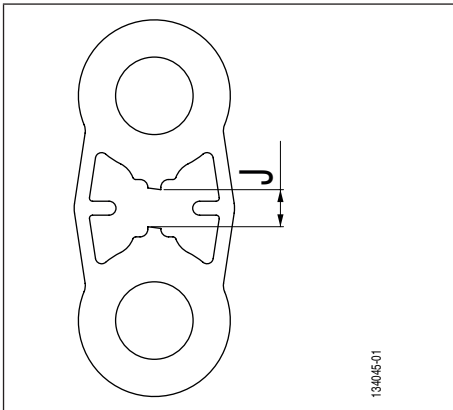
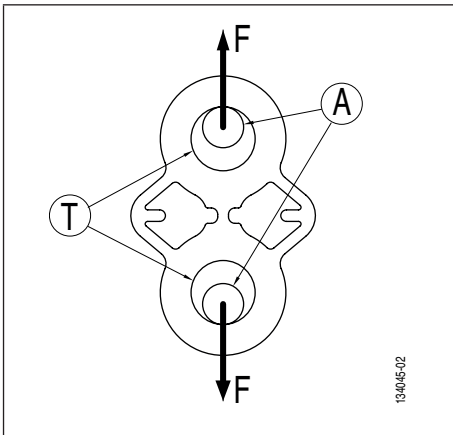
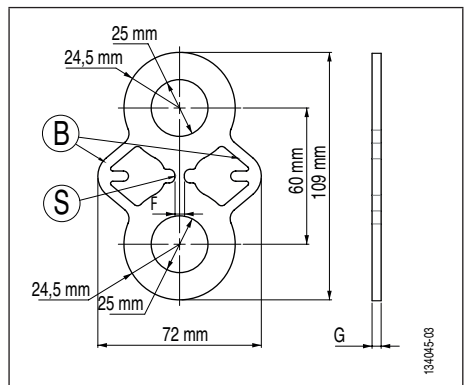

Abb. 1
Abb. 2
Abb. 3
Die Bruchlast-Testplatte TA erlaubt die Überprüfung der Tragfähigkeit (Zugbelastung) eines Anschlagpunktes. Die Prüflast ist erreicht, wenn der Mittelteil der Testplatte bricht (Abb. 3, Seite 18, Position S). Ein Paar Haltearme (Abb. 3, Seite 18, Position B) sichert das Zugkraftsystem nach dem Bruch des Mittelteils 'S'.
Ein vollständiges Sortiment an Testplatten TA wurde entwickelt, um die Anschlagpunkte auf Zug zu testen. Die Anschlaglöcher (Abb. 2, Position T) der Platten sind für die Aufnahme hochwiderstandsfester geschweißter Schäkel ausgelegt. Die verschiedenen Testplatten TA sind aus Edelstahl derselben Sorte gefertigt, um den Bruch des Abschnitts (Abb. 3, Seite 18, Position S) mit einer Präzision von +/- 10% gegenüber der auf der Platte angegebenen Bruchlast CR zu garantieren (Kapitel 11. *Kennzeichnung*). Die Haltearme (Abb. 3, Seite 18, Position B) sind so ausgelegt, dass ihre mechanische Widerstandsfähigkeit mindestens der auf der Platte angegebenen Bruchlast CR entspricht.
- Belastung der Testplatte TA (Abb. 2).
- Bei der auf der Platte angegebenen Bruchlast CR (Kapitel 11. *Kennzeichnung*), Bruch des Abschnitts S (Abb. 3, Seite 18)
- Dehnung der Platte und Auftreten eines Spiels 'J' zwischen der oberen und unteren Hälfte der Testplatte TA (Abb. 1, Spiel J).
! GEFAHR: Wenn der Bediener die Platte nach dem Bruch von Abschnitt 'S' erneut belastet, besteht die Gefahr, dass die Haltearme (Abb. 3, Seite 18, Position B) brechen und die Belastungsvorrichtung abstürzt. Das maximale Spiel 'J' (Abb. 1, Spiel J) darf 15 mm nicht überschreiten.